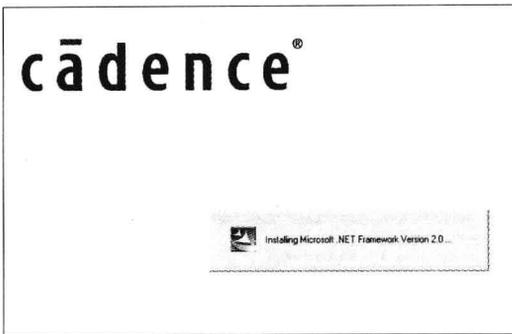

图 1.2.14 安装程序提示信息
(10) 单击“Install”按钮,出现提示信息,提示用户正在安装程序,如图 1.2.14 所示。